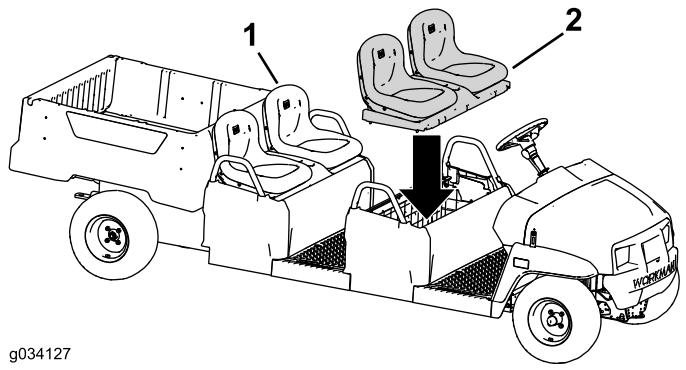

図 52
2. 元の座席アセンブリを後列に取り付ける図 52。
3. 座席アセンブリを前列に取り付ける図 52。